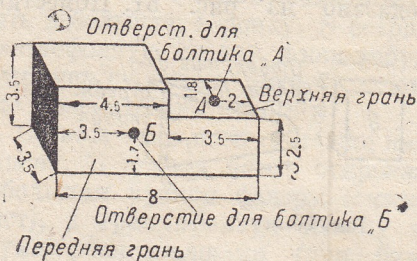

Рис. 52. Башмачок.
2. Из куска дерева сделайте что-то вроде башмачка (рис. 52). Размеры указаны на рисунке в сантиметрах. На верхней и на передней грани башмачка отметьте две точки А и Б. В этих точках башмачок просверлите насквозь, причем в точке А просверлите отверстие в 0,6 см, а в точке Б в 1 см. К башмачку подберите два болтика А и Б. Тот болтик А, который будет проходить через отверстие А, должен иметь длину 7—8 см, а диаметр — Б около 0,6 см, другой имеет длину 5—6—7 см, а диаметр 1 см.